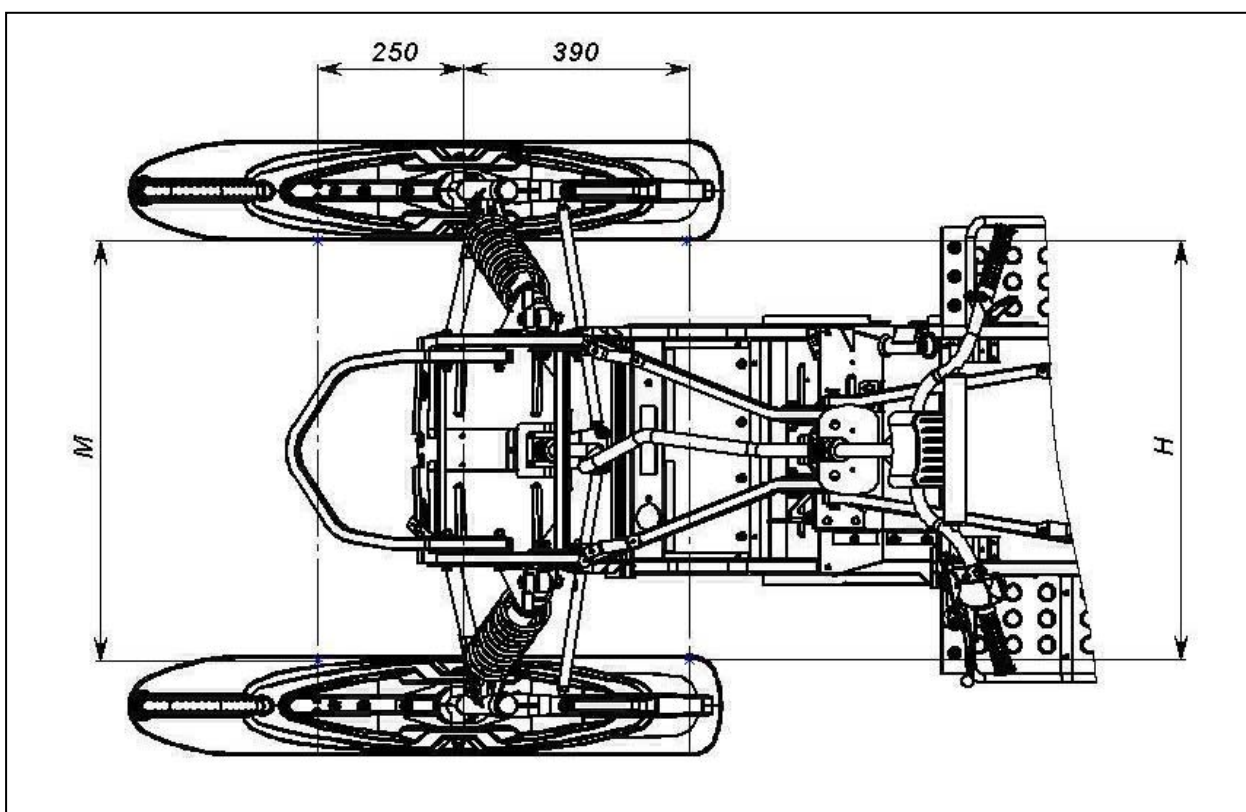

Рисунок 25 – Регулировка схождения лыж
- вращением рулевых тяг добейтесь, чтобы при положении лыж "прямо-вперед" расстояние М (рисунок 25) между передними концами лыж было больше на 10 мм, чем расстояние В между задними концами лыж ( $M-N=10$  мм);